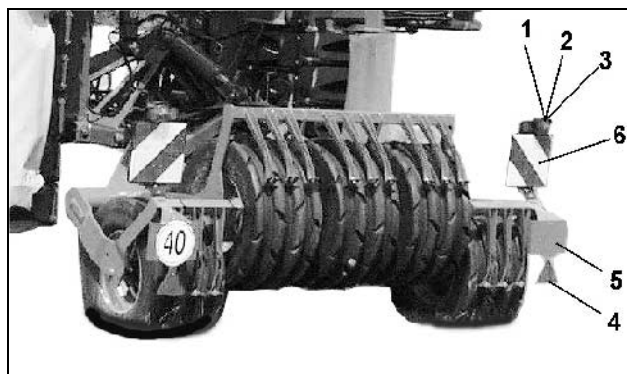

Fig. 19
- to baglygter (Fig. 19/1)
- to bremselygter (Fig. 19/2)
- To kørselsretningsvisere (Fig. 19/3, hvis traktorens kørselsretningsviser bliver dækket til)
- to røde reflekser (Fig. 19/4, trekantede)
- en nummerpladeholder med lys (Fig. 19/5, hvis traktorens nummerplade dækkes af redskabet)
- to bagudrettede advarselstavler (Fig. 19/6)